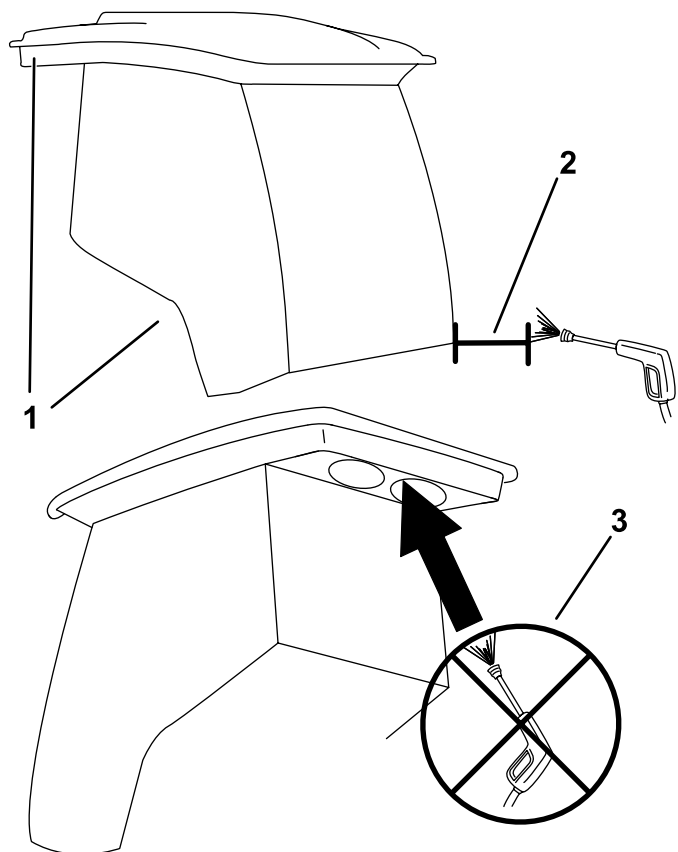

Bild 81
**Wichtig:** Vorsicht im Bereich der Kabinendichtungen (Bild 81). Halten Sie bei der Verwendung eines Hochdruckreinigers das Strahlrohr mindestens 0,6 m von der Maschine entfernt. Verwenden Sie den Hochdruckreiniger nicht direkt an den Kabinendichtungen oder unter dem hinteren Überhang.